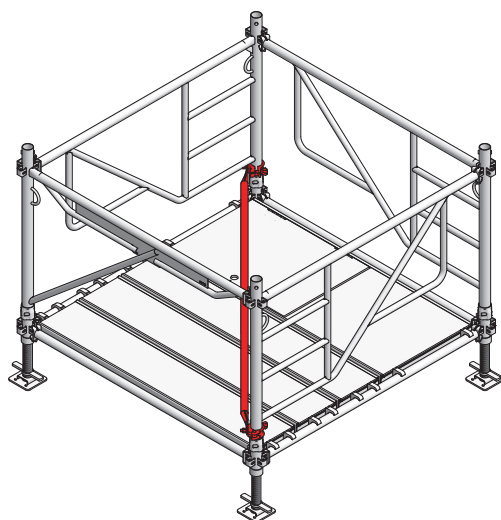

Fig. 10.2
9. Le montage doit impérativement être d'équerre. Poser à cet effet une diagonale horizontale MT entre deux cadres 100 MT (Fig. 10.2).